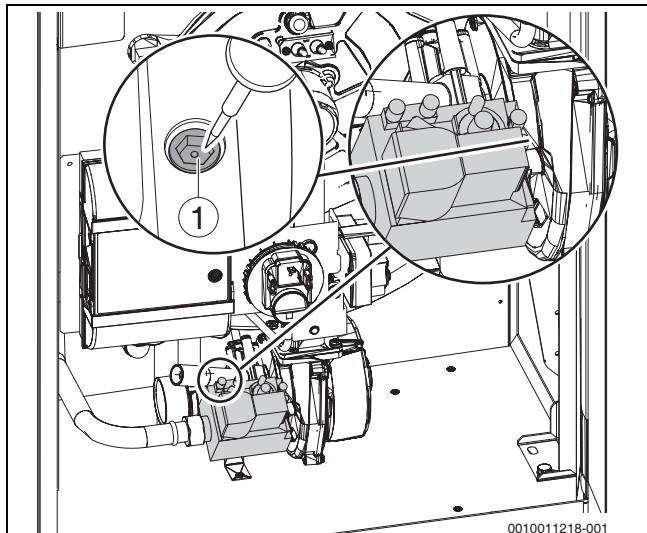

Bild 54 CO₂/O₂-Einstellung bei Volllast vornehmen
- Bei CO₂-Werten (Werte in Klammern=O₂-Werte) < 8,5 % (O₂ = 5,8 %) oder > 9,6 % (O₂ = 3,8 %) die Einstellung an der Volllast-Einstellschraube korrigieren (→ Bild 54 und Tabelle 12).